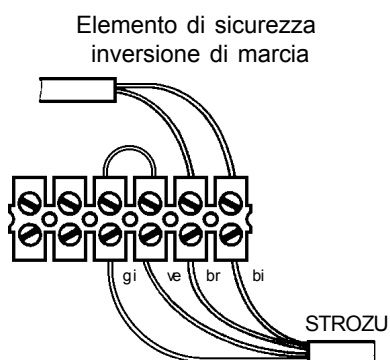
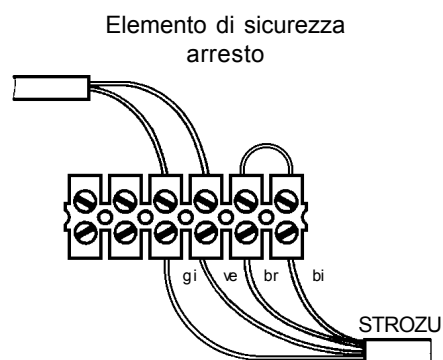

Fig. 11
Fig. 12
- Ai morsetti vuoti possono essere collegati più elementi. Collegare tramite ponti con la STROZU. Fig. 11, fig. 12